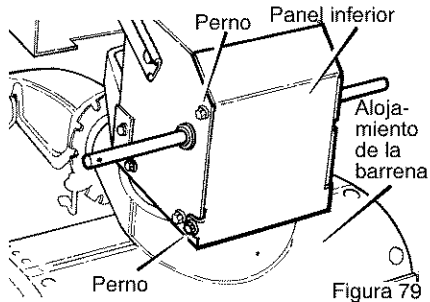

Figura 79
1. Vacíe el tanque de gasolina. Ponga el quitanieves en posición vertical sobre la parte delantera del **alojamiento de la barrena** (consulte la Figura 79).
3. Afloje los **pernos** a cada lado del **panel inferior** (consulte la Figura 79).
6. Instale el **panel inferior** (consulte la Figura 79).
1. Vacíe el tanque de gasolina. Ponga el quitanieves en posición vertical sobre la parte delantera del **alojamiento de la barrena (4)**. (consulte la Figura 79).